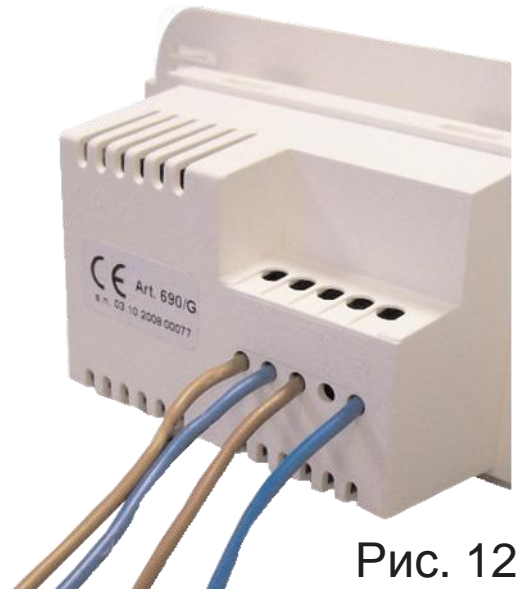

Рис. 12
- 3 Проверьте электрические подключения (рис. 12).
- 3 Check the electric connection. Fig. 12.